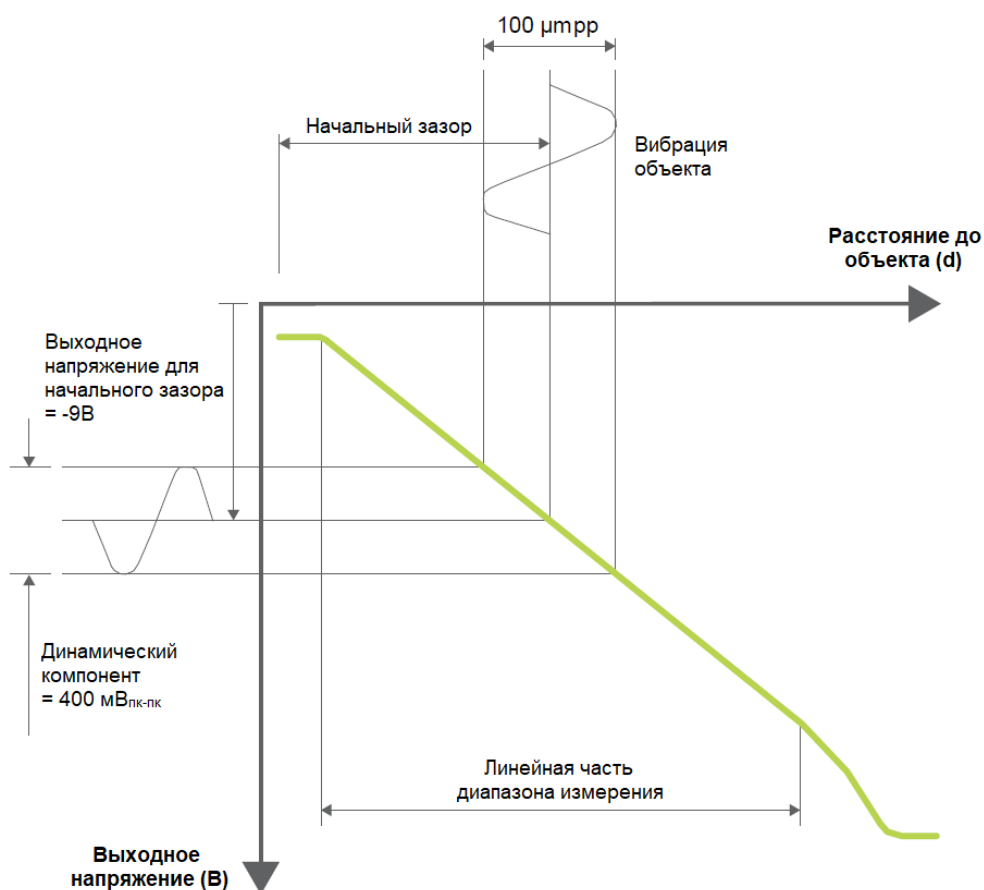

Рис. 6-2: Пример, показывающий выходное напряжение вихретокового преобразователя в зависимости от расстояния до цели объекта(d)
Предполагая, что начальный зазор устанавливается механически в линейной части диапазона измерений (см. 6.1 Измерение и механическая регулировка начального зазора), выходное напряжение вихретокового преобразователя обычно составляет около -9 В. На Рис. 6-2 показано, что по мере изменения расстояния между целью и вихретоковым датчиком:
- 7- Постройте кривую характеристик напряжения и расстояния (пример см. Рис. 6-2).
- 5- Постройте кривую характеристик напряжения и расстояния (см. пример Рис. 6-2).